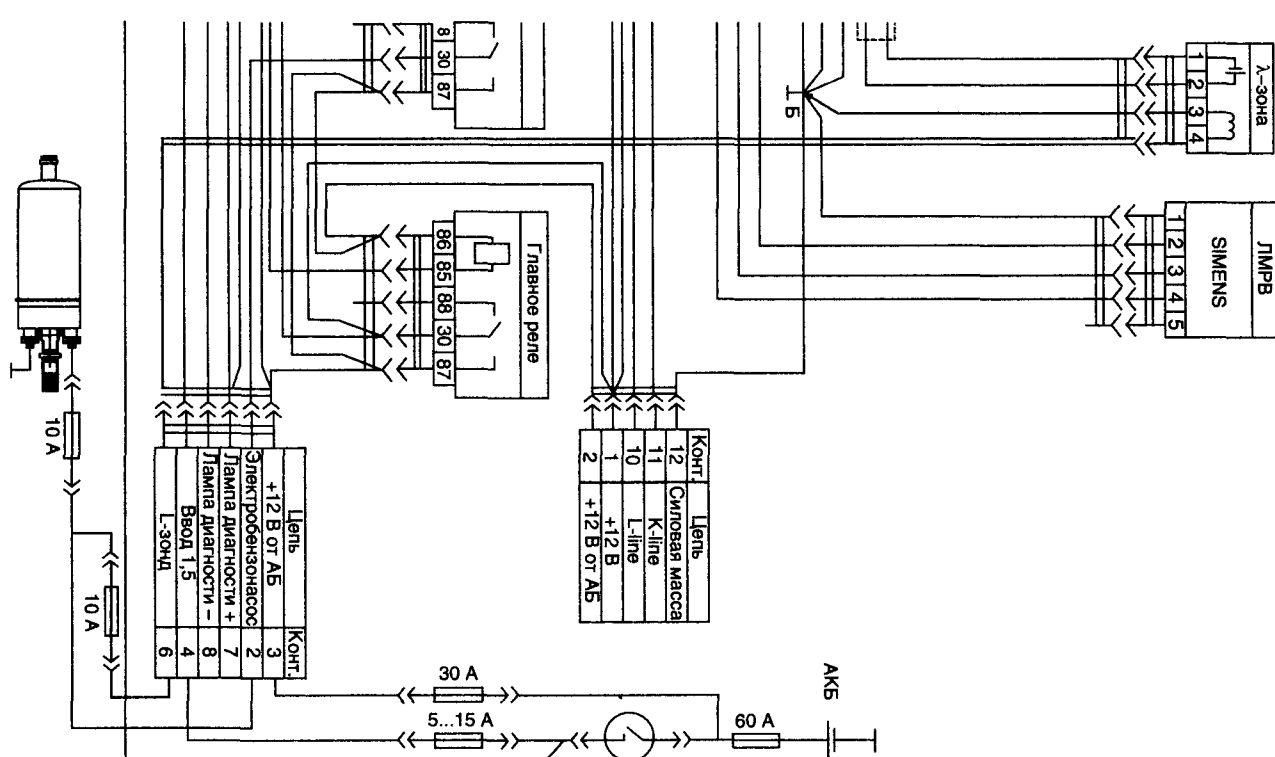

Рис. 9. Цепь питания электробензонасоса
- ЛЗ с подогревом может устанавливаться вместо такого же, но без подогрева. При этом, необходимо смонтировать на автомобиль цепь подогрева и подключить ее к цепи, запитываемой при включении зажигания. Самое простое – подключить его в параллель к цепи питания электробензонасоса (см. рис. 9). Не допускается обратная замена – установка однопроводного датчика вместо трех- и четырехпроводных, так как система работать не будет из-за неверного температурного режима;